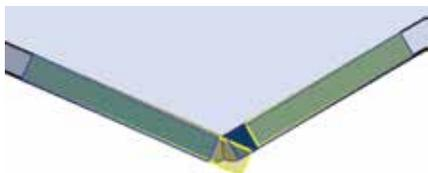

图 5.200 欠重叠闭合角
-  按钮：用于生成如图 5.200 所示的欠重叠闭合角效果。